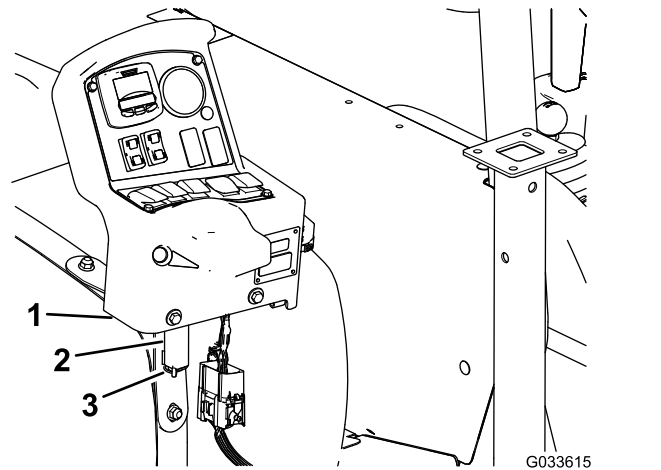

图 132
7. 从机器仪表板的控制台安装架上卸下控制台并将控制台上的枢轴销与前药缸箍带上的存放支架对齐图 132 请参阅 将控制台安装到机器上 (页码 18)。
8. 将控制台组装到支架上然后用发卡销将枢轴销固定到支架上图 132。